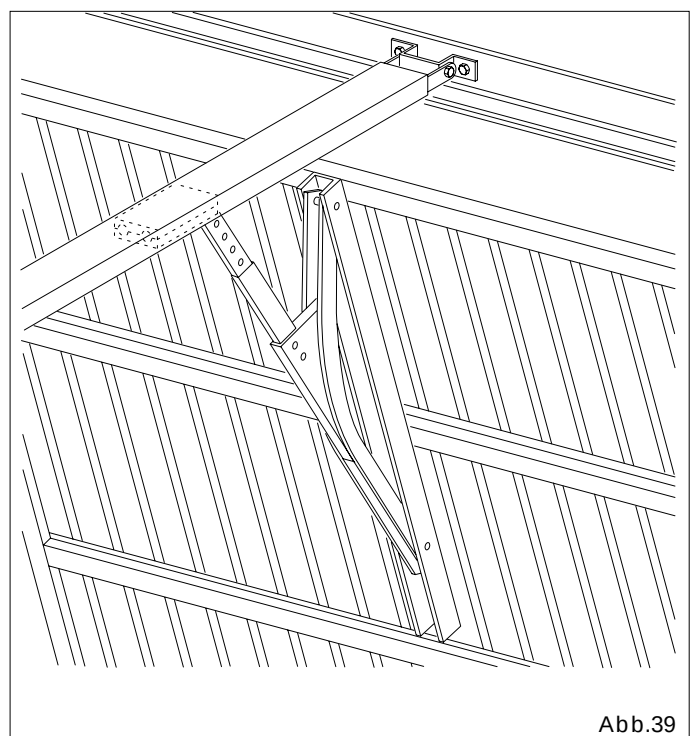

Abb.39
- Mit dem in Abb.39 (GDA 3000) dargestellten Zubehör können auch mit Gegengewicht ausgewuchtete Tore automatisiert werden.